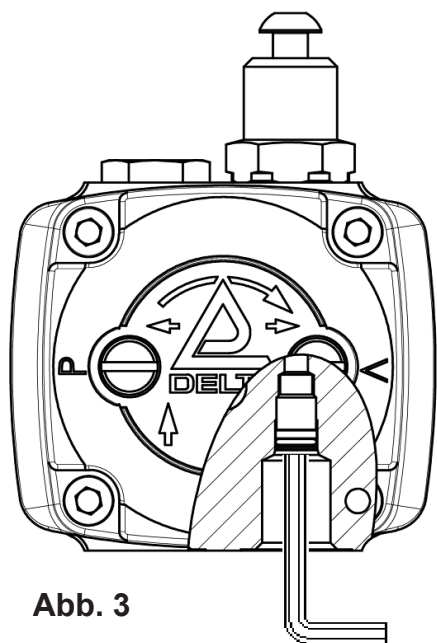

Abb. 3
- Setzen Sie die Bypass-Schraube in den Rücklauf ein. (Abb. 3).
- Entfernen Sie mit einem 4 mm Innensechskantschlüssel die Bypass-Schraube aus dem Rücklaufanschluß (Abb. 3).